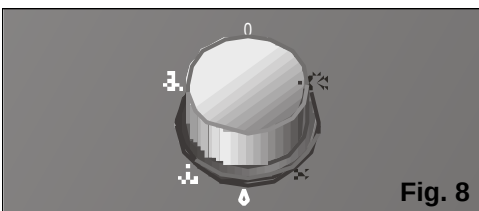

Fig. 8
- ❑ Seleccionar la función de climatización máxima ❄ o silenciosa ❄, **Fig. 8**. (La función de climatización silenciosa disminuye el caudal de aire del equipo).